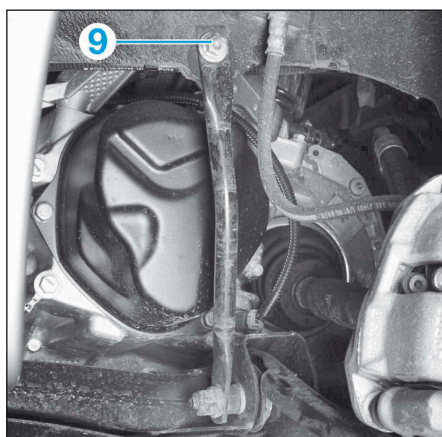

FIG.12
- Déposer la patte de maintien (6).
- Déposer les vis avant de berceau (7) et les remplacer par les outils [1].
- Déposer les vis arrière de berceau (8).
- De chaque côté, déposer la vis supérieure (9) de tirant de berceau (Fig.12).